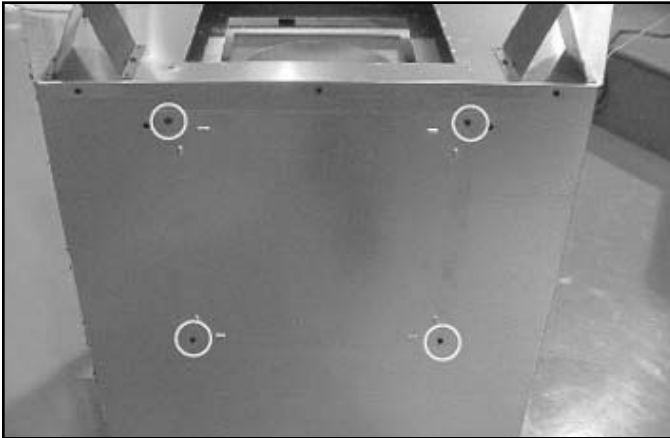
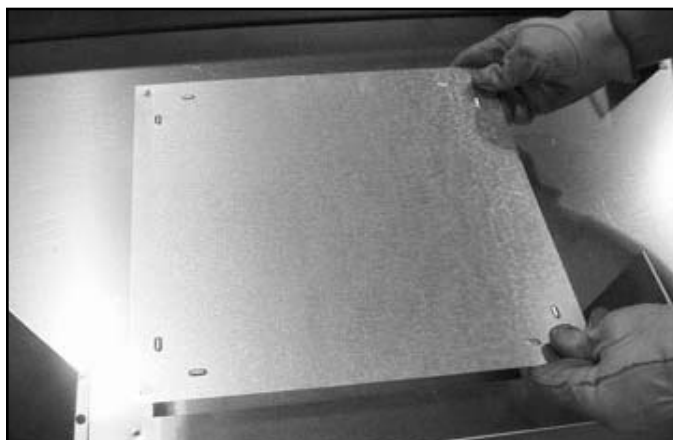
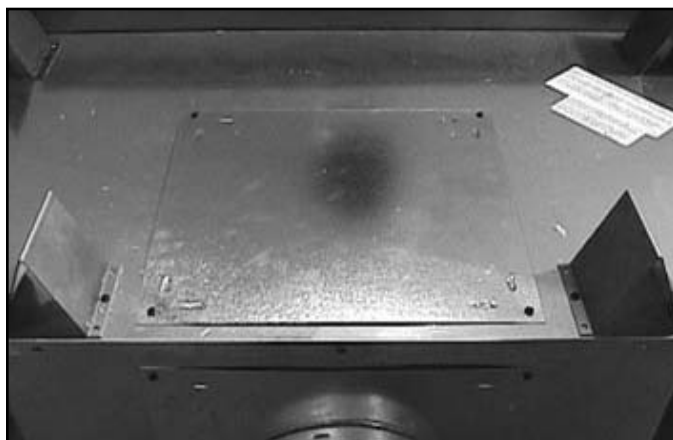

Figura 7.6 Tapa del envoltorio exterior
Figura 7.15 Coloque la tapa de cobertura sobre el aparato
Figura 7.16 Atornille la tapa en su lugar.
- Retire los cuatro tornillos que sostienen la tapa del envoltorio exterior. Vea la figura 7.6. Retire la tapa del envoltorio exterior y consérvela.
- Localice la tapa del envoltorio exterior la cual fue removida en el sexto paso (figura 7.6). Coloque la tapa sobre el aparato. Vea la figura 7.15. Asegúrela con cuatro tornillos. Vea la figura 7.16.